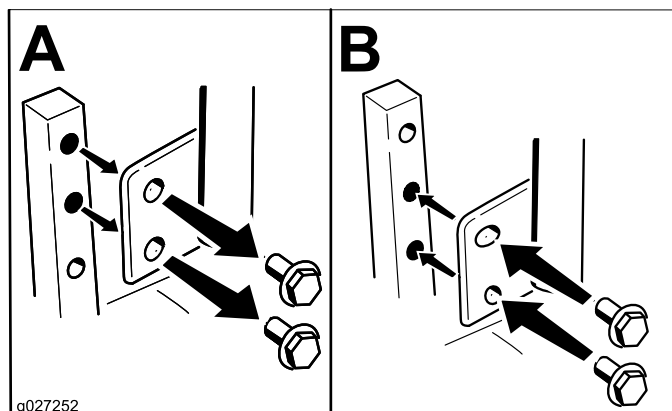

Figura 21
Las palancas de control de movimiento pueden ser ajustadas hacia arriba o hacia abajo para que su manejo sea más cómodo (Figura 21).
2. Afloje el perno inferior lo suficiente para poder desplazar hacia adelante o hacia atrás la palanca de control (Figura 21). Apriete ambos pernos para fijar el control en la posición nueva.